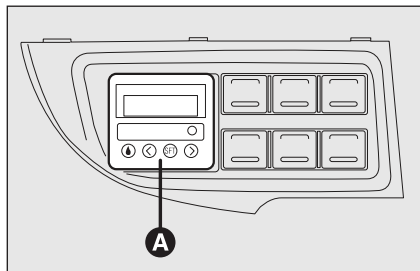

fig. 54
- un temporisateur numérique **A-fig. 54** d'allumage manuel du réchauffeur ou de programmation de l'heure d'allumage.